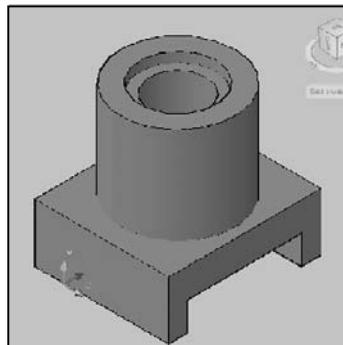

Рис. 7.15. Модель
**Задание.** Твердотельное моделирование с помощью выдавливания и вращения (рис. 7.15).
2. Сформировать основание, используя команду «*Выдавить*» («*Рисование* / «*Моделирование*»), на высоту — 140 и повернуть основание вокруг оси на угол 90° (рис. 7.15), используя команду «*3D-поворнуть*» («*Редактировать*» / «*3D-операции*» / «*3D-поворот*»). Результат поворота представлен на рисунке 7.17.